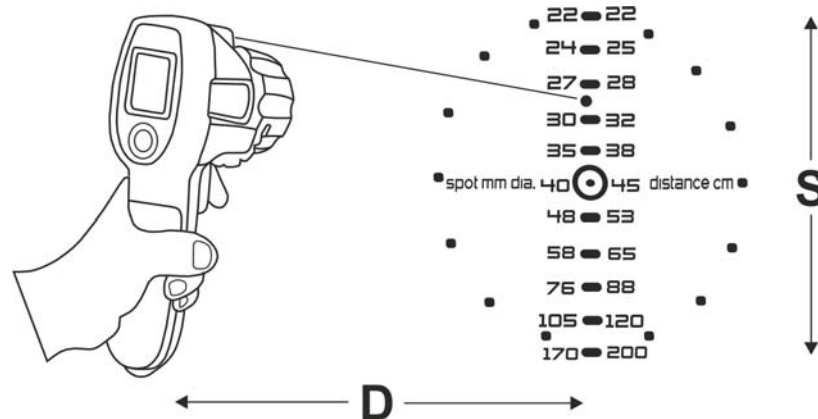

Abb. 16: Definition vom Verhältnis Abstand / Messfeldfläche
5. Bringen Sie das Gerät ferner oder näher dem zu messenden Gegenstand. Achten Sie dabei auf das progressive Steigen oder Senken des Durchmeters vom messbaren Abschnitt, gemäß den numerischen Bezugswerten auf der Seite des Geräts (siehe Abb. 16).